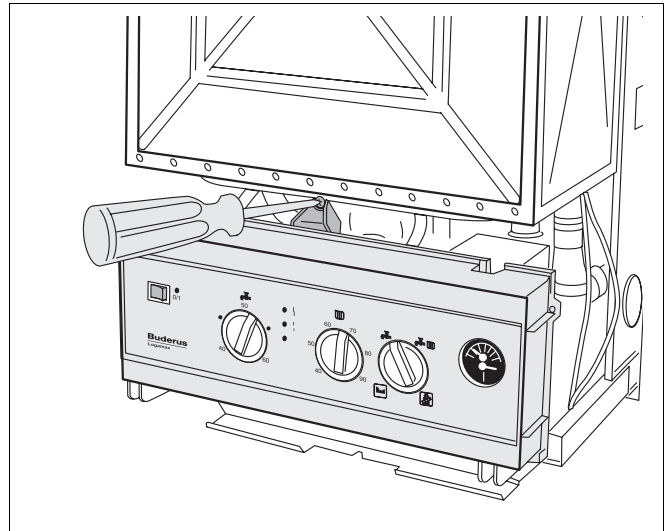

Fig. 9 Remplacer le tableau de commande
- Dévisser la vis du tableau de commande (fig. 9).